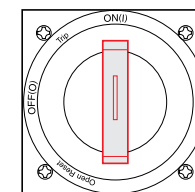

рис. 11
- Чтобы включить выключатель, поверните рукоятку в вертикальное положение ON(I). (рис. 11)